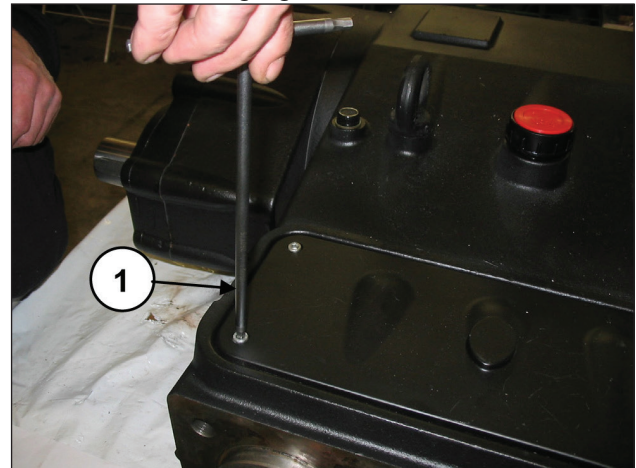

Abb. 122
Demontieren Sie den oberen Inspektionsdeckel durch Abdrehen der 4 Befestigungsschrauben (Pos. ①, Abb. 122).